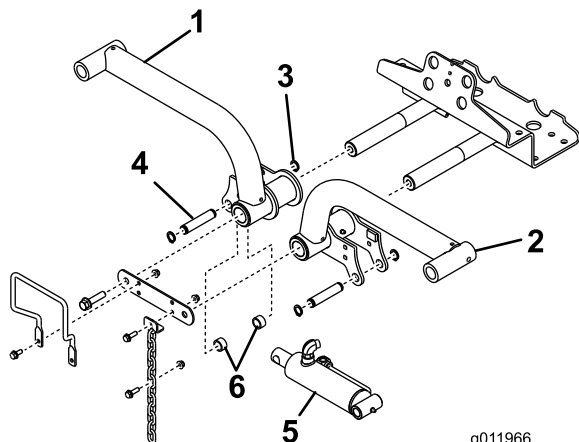

Figure 15
4. Insérez les bras de levage sur les axes de pivot (Figure 15), et fixez chacun d'entre eux avec une biellette et les boulons retirés précédemment.
6. Fixez l'extrémité droite du vérin de levage au bras de levage droit avec une goupille et 2 entretoises (Figure 15). Fixez l'ensemble avec un circlip.